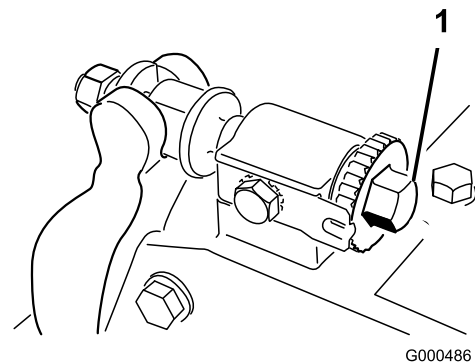
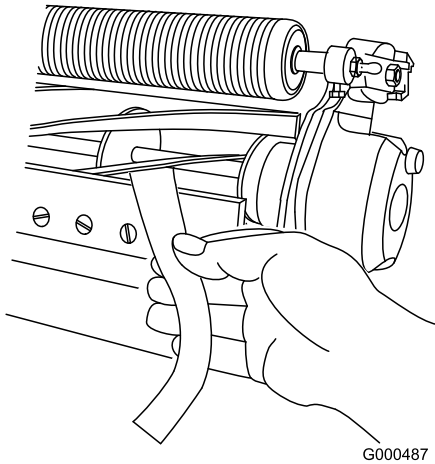

Bild 50
Bild 51
2. Stellen Sie sicher, dass die Spindel das Untermesser nicht berührt. Drehen Sie die Einstellschrauben des Untermesserträgers nach links (Bild 50).
4. Führen Sie an einer Seite der Spindel einen langen Streifen Papier zwischen der Spindel und dem Untermesser ein (Bild 51). Drehen Sie die Einstellschraube des Untermesserträgers, während Sie die Spindel langsam vorwärts drehen, nach rechts (am selben Ende der Spindel) (Bild 50), jeweils um einen Klick, bis das Papier fest gehalten wird, wenn Sie es von vorne parallel zum Untermesser einführen. Wenn das Papier gezogen wird, sollten Sie einen leichten Widerstand spüren.
- Vergewissern Sie sich nach dieser Einstellung, dass die Spindel Papier einklemmen kann, das von vorne eingeführt wird, und Papier schneiden kann, das senkrecht zum Untermesser eingeführt wird (Bild 51). Papier müsste sich mit minimalem Kontakt zwischen Untermesser und Spindelmessern schneiden lassen. Wenn der Spindelwiderstand zu hoch ist, müssen Sie das Mähwerk schärfen oder fräsen, um die für genaues Schneiden erforderlichen scharfen Kanten zu erhalten (weitere Informationen finden Sie in der Toro Bedienungsanleitung für das Schärfen der Spindeln).